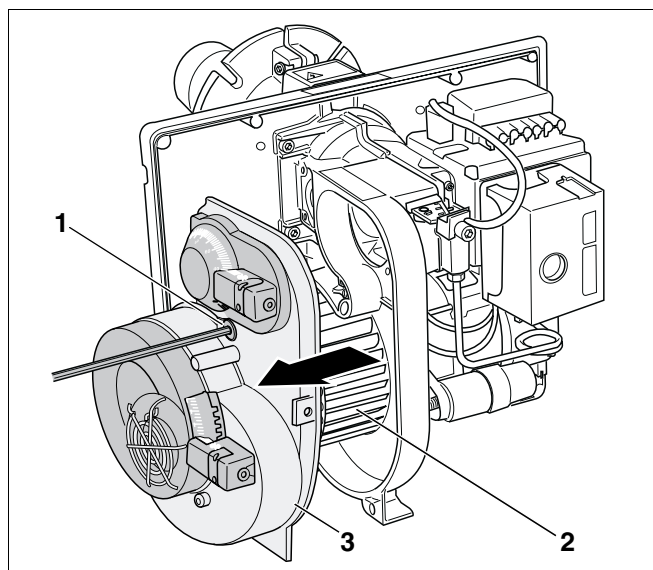

Fig. 17 Verificação visual da roda do ventilador
- Solte os parafusos de sextavado interior (SW 4) (Fig. 17, **Item 1**).
- Remova a tampa da caixa (Fig. 17, **Item 3**).
- Verifique, se necessário, limpe ou substitua a roda do ventilador (Fig. 17, **Item 2**).